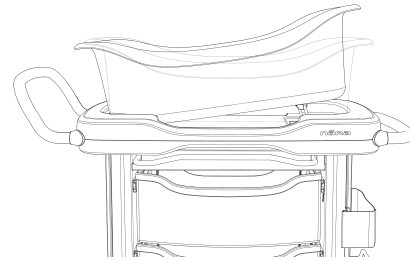

Figure 6 – Incliner le panier
3. Soulever légèrement le panier et soulever la barre d'inclinaison depuis la fente. (Figure 6).